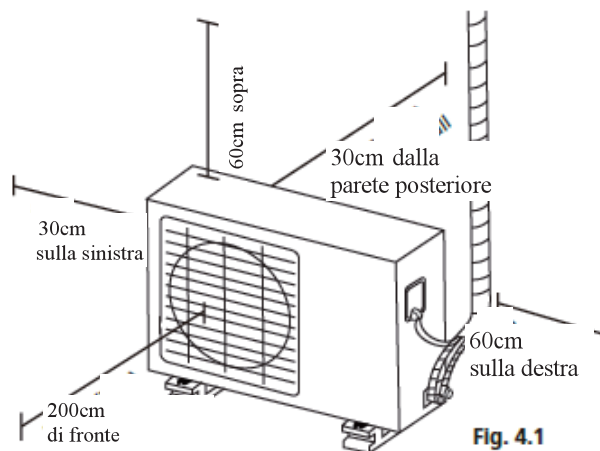

Fig. 4.1
- ☑ Rispondono a tutti i requisiti illustrati in Requisiti di Spazio per l'Installazione (Fig. 4.1)